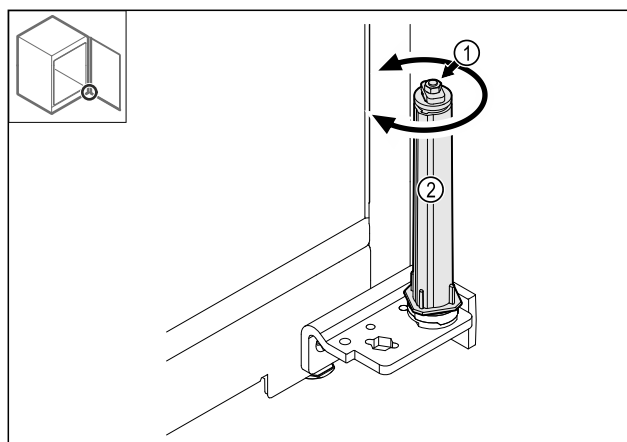

Fig. 40
- Nu dezamblați îmbinarea filetată Fig. 40 (1) a sistemului de închidere.
- Rotiți sistemul de închidere Fig. 40 (2), până când face clic.